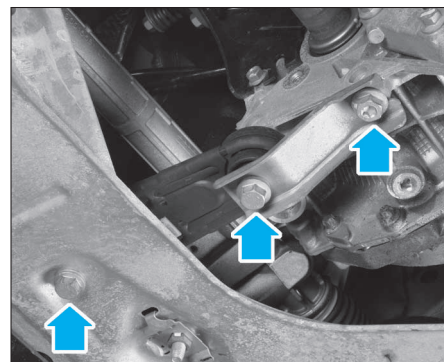

FIG. 19
- Déposer la biellette de reprise de couple (Fig.19).